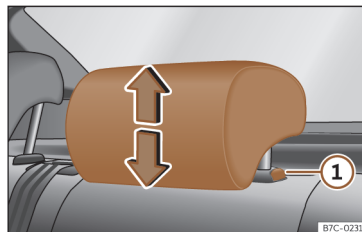

Abb. 76 Kopfstützen hinten: Kopfstützeinstellung.
- Fassen Sie die Kopfstütze seitlich mit beiden Händen und schieben Sie sie nach oben bis sie in der gewünschten Position einrastet. Gehen Sie zum Absenken auf gleiche Weise vor und drücken Sie die seitliche Taste **1** **>>> Abb. 76.**